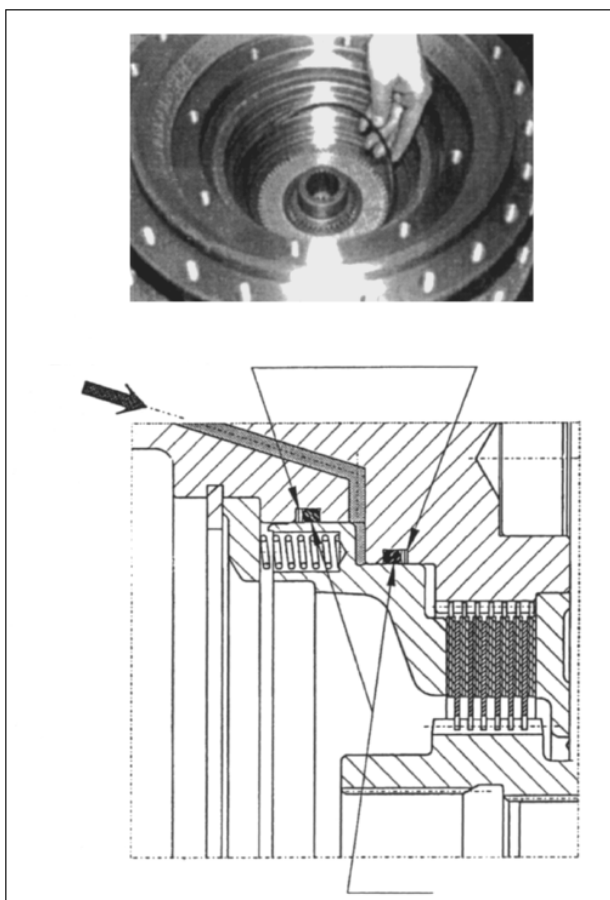

Рис. 116
26. Установите уплотнительное кольцо (1, рис. 116) и опорное кольцо (2) в канавку ступицы.